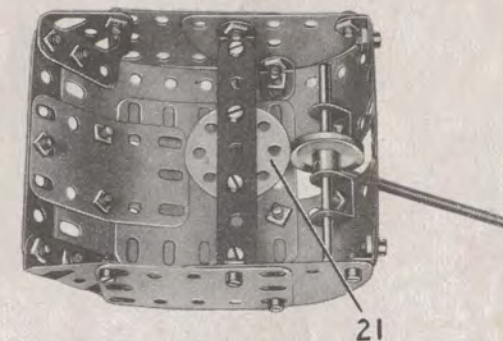

Fig. 5.16b
Chaque côté de la tourelle (fig. 5.16b) est constitué par une plaque semi-circulaire, une plaque flexible de 6×4 cm. et une embase triangulée coudée. Les côtés sont réunis à chaque extrémité par une bande de 7 trous, et le dessus est formé par deux plaques flexibles de 14×4 cm., une de 6×4 cm., et une de 6×6 cm. Le dessus est boulonné sur les embases triangulées coudées et sur des équerres fixés aux côtés. Une roue barillet (21) est boulonnée à deux bandes de 5 trous tenues sur les côtés par des équerres. Le canon est une tige filetée vissée dans le moyeu d'une poulie de 25 mm. Cette dernière est fixée sur une tringle de 9 cm. qui passe dans deux supports doubles. L'antenne de radio est une tige filetée tenue par deux écrous, et la porte de la tourelle est figurée par deux disques de 35 mm. Une tringle de 4 cm., bloquée dans la roue barillet (21) passe dans la poulie (12) et est tenue en place par une clavette. La tourelle est tenue écartée du tank par une poulie folle de 12 mm. et six rondelles.